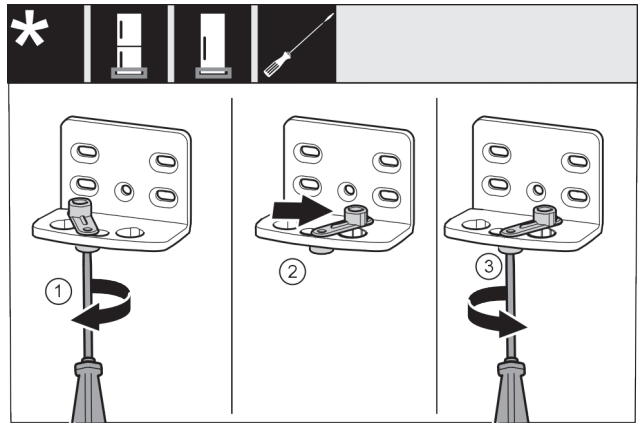

Fig. 41 *
- Visser sans serrer la vis Fig. 41 (1) avec un tournevis.*
- Soulever l'aide à la fermeture de la porte Fig. 41 (2) et la tourner à 90° vers la droite dans l'alésage.*
- Serrer la vis Fig. 41 (3) avec un tournevis.*